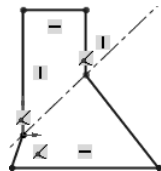

图 4.14.3 绘制草图实体
Step2. 绘制草图实体。选择下拉菜单 **工具(T)** → **草图绘制实体(K)** →  直线(L) 命令，在图形区绘制如图 4.14.3 所示的草图实体。